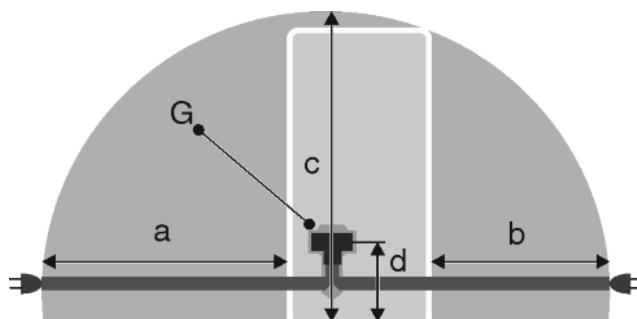

Fig. 25
- Контактът трябва да е извън зоната на задната страна на уреда и в рамките на дефинираната зона Fig. 25 (a, c).
- Включете щепселя на уреда Fig. 25 (G) от задната страна на уреда. Обърнете внимание на доброто фиксиране.